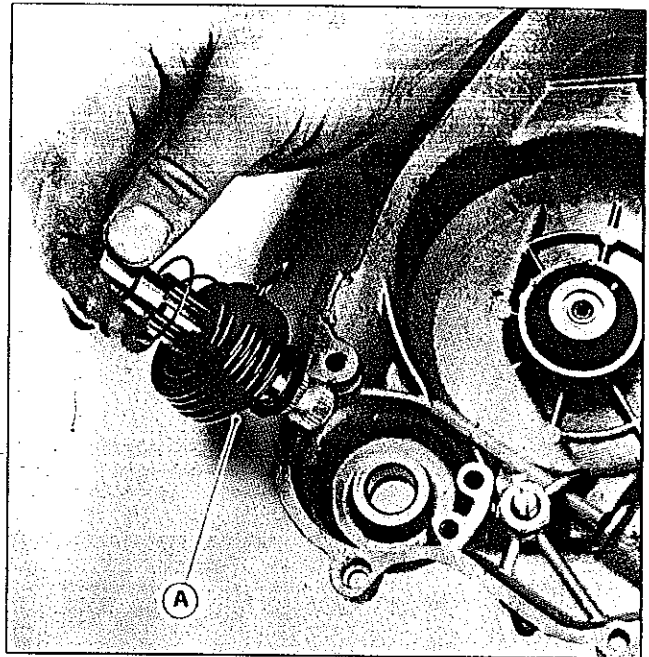

FIG. M52 - A. EIXO PEDAL DE ARRANQUE
5. Posicionar o eixo pedal de arranque mantendo as mesmas arruelas encontradas na desmontagem do motor. Figura M52.